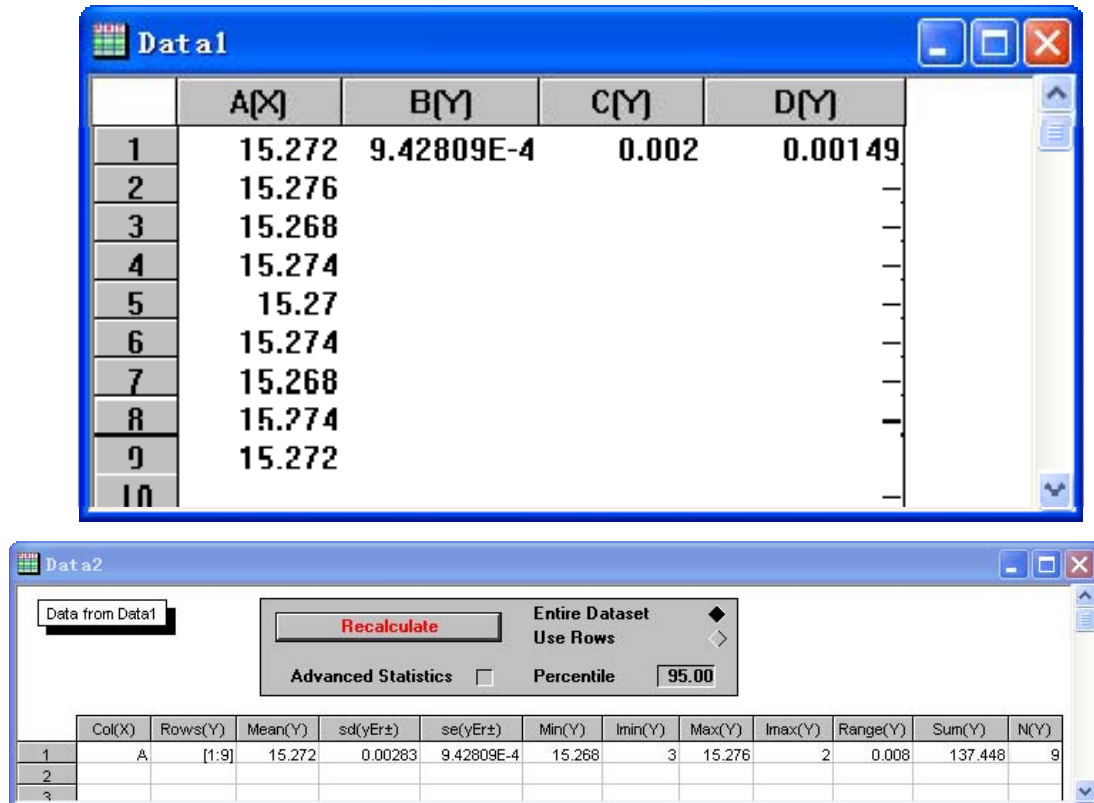

图 3.1 Data1 中 A 列的统计结果
这里，对图 3.1 中的表格 Data1，需要说明的是：
利用上面所述的函数表达式对整列测量数据进行赋值操作，即可获得图 3.1 中所示的计算结果。
具体做法如下：对数据页进行列统计，首先选中需要统计的整个数列或数列的一部分；打开下拉菜单“Statistics”的命令，选择“Descriptive Statistics”中的“Statistics on Columns”命令，即可实现对该列进行统计分析。该菜单命令会自动创建一个新的数据表，给出统计的结果，如图 3.1 所示，亦即平均值 (Mean)、最小值 (Minimum)、最大值 (Maximum)、值域 (Range)、和 (Sum)、数据点数 (N)、标准差 (Standard Deviation, Std, Sd) 和平均值标准误差 (Standard Deviation of the Mean, Se) 等参数。该标准差和标准误差列将作为直接绘图的误差棒。